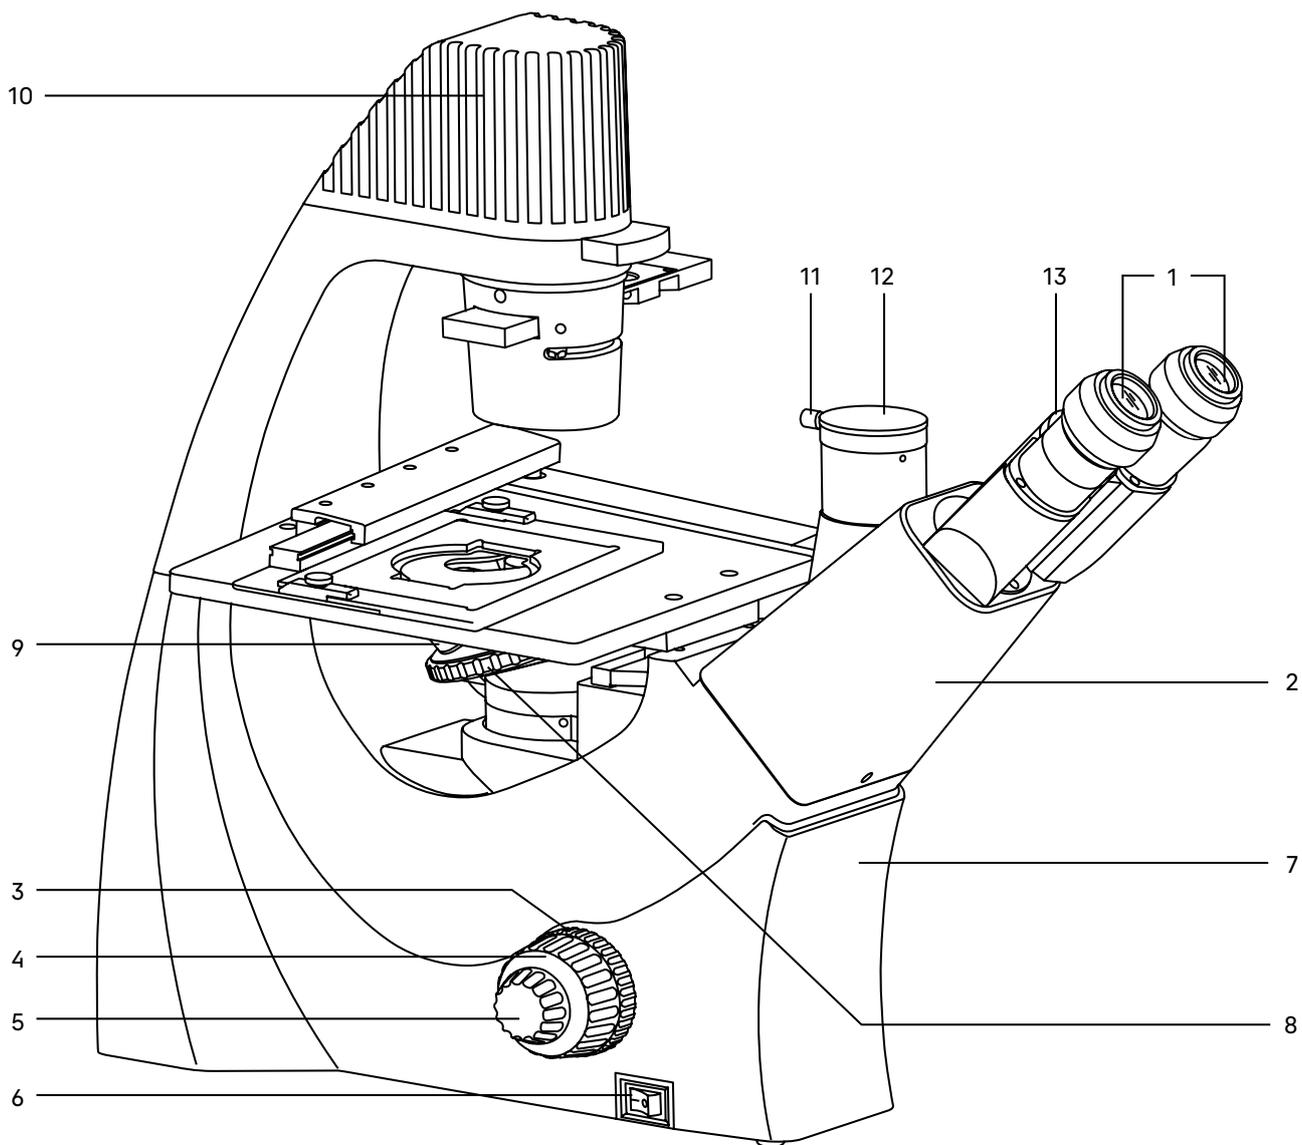
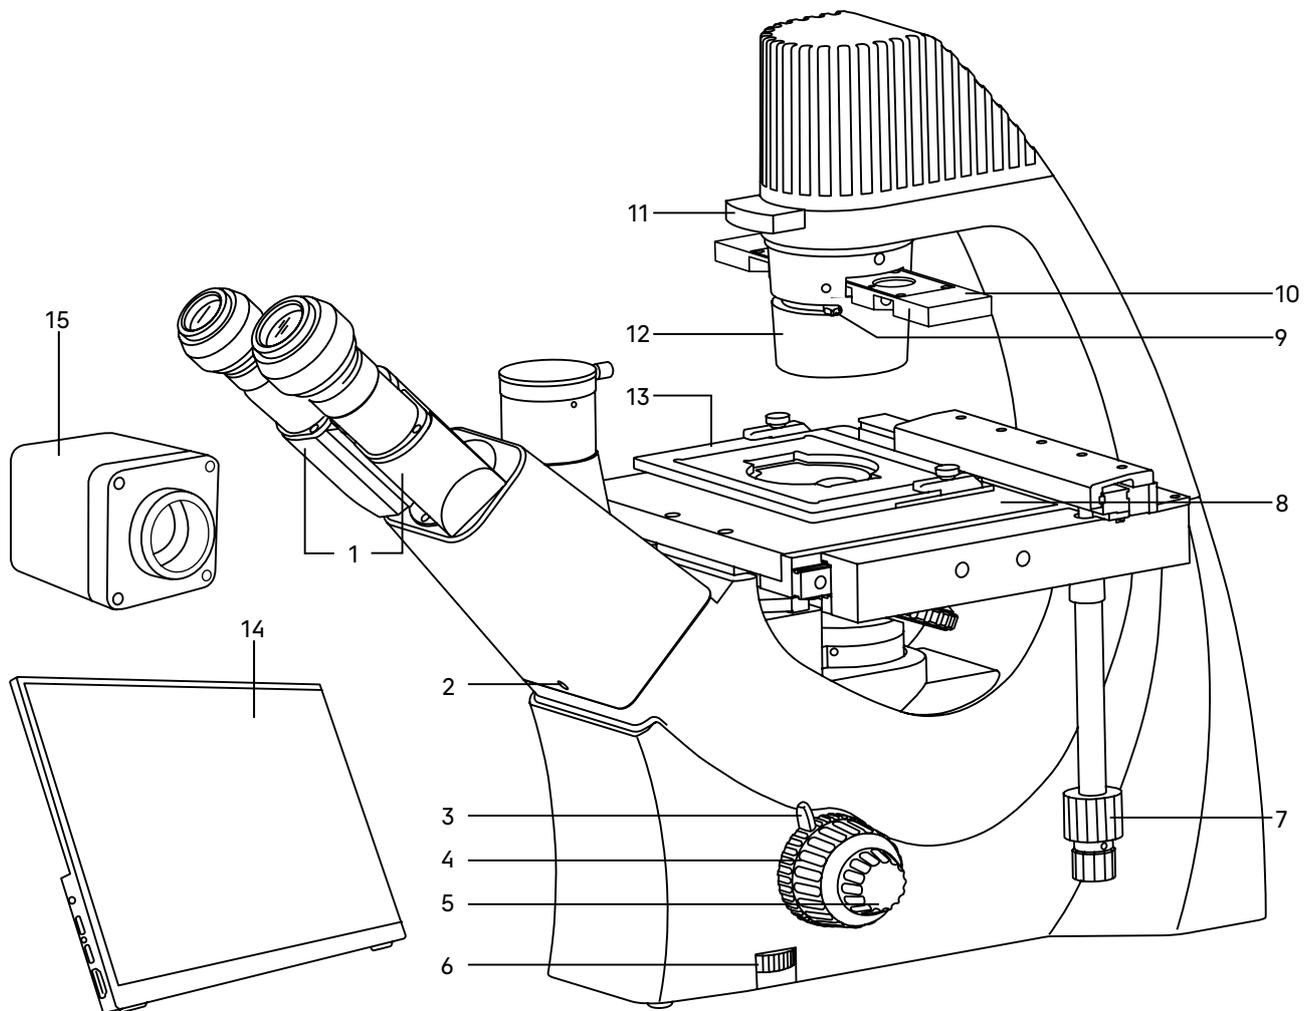

Рис. 1. Микроскоп MAGUS Bio VD300 LCD. Вид слева
Рис. 2. Микроскоп MAGUS Bio VD300 LCD. Вид справа
Общий вид микроскопа представлен на рис. 1 и 2.
Штатив имеет устойчивую эргономичную конструкцию. На штативе 7 (рис. 1) микроскопа закреплены:
- револьвер 8 (рис. 1) с объективами;
- предметный столик 8 (рис. 2);
- конденсор 12 (рис. 2);
- осветитель 10 (рис. 1);
- визуальная насадка 2 (рис. 1).
На левой боковой поверхности штатива расположен выключатель 6 (рис. 1) сетевого напряжения. В положении «←» включается, а в положении «0» выключается сетевое напряжение.
На правой боковой поверхности штатива расположен диск 6 (рис. 2) для регулировки напряжения питания источника света.
Фокусировка на объект осуществляется перемещением по высоте револьверного устройства с объективами. Грубая фокусировка производится вращением коаксиальных рукояток 4 (рис. 1, 2), расположенных по обеим сторонам штатива.
Тонкая фокусировка производится вращением рукояток 5 (рис. 1, 2), расположенных по обеим сторонам штатива. Тонкая фокусировка требуется для более точного фокусирования на объект и для подфокусировки микроскопа на резкость изображения при смене объективов и препаратов.
Механизм регулировки жесткости хода грубой фокусировки 3 (рис. 1) – кольцо между штативом и рукояткой грубой фокусировки с левой стороны. С помощью кольца регулируется жесткость хода грубой фокусировки так, чтобы жесткость была комфортной для пользователя, но при этом револьвер с объективами не опускался самопроизвольно во время работы.
Рукоятка блокировки грубой фокусировки 3 (рис. 2) расположена с правой стороны. После завершения грубой фокусировки рекомендуется перевести рычаг в крайнее положение в направлении по часовой стрелке. Таким образом закрепится положение грубой фокусировки для быстрой рефокусировки после смены препарата. Цена деления тонкой фокусировки – 2 мкм.
Тринокулярная визуальная насадка 2 (рис. 1) обеспечивает визуальное наблюдение изображения объекта. Насадка устанавливается в отверстие штатива 7 (рис. 1) и закрепляется винтом 2 (рис. 2).
Изменение межзрачкового расстояния в насадке осуществляется разворотом окулярных тубусов 1 (рис. 2) в пределах 48–75 мм. Значение расстояния, установленного в соответствии с глазной базой наблюдателя, отсчитывается по шкале 13 (рис. 1) на насадке.
В вертикальный тубус 12 (рис. 1) корпуса визуальной насадки (канал визуализации) с помощью переходника C-mount устанавливается камера (видеоокуляр) или система визуализации с монитором. Распределение светового потока: 50% на вертикальный тубус, 50% на окуляры.
В комплект микроскопа входят окуляры 1 (рис. 1). Окуляры имеют высокое положение выходного зрачка и предназначены для работы как в очках, так и без них.
Револьверное устройство 8 (рис. 1) обеспечивает установку четырех объективов. Смена объективов производится вращением револьверного устройства за конусную рифленую поверхность до фиксированного положения.
Объективы 9 (рис. 1) рассчитаны на механическую длину тубуса «бесконечность». Парфокальная высота объективов составляет 45 мм, линейное поле зрения в плоскости изображения – 22 мм. Объективы длиннофокусные, рассчитаны на посуду с толщиной дна 1,2 мм.
Осветитель 10 (рис. 1) неподвижно закреплен на штативе микроскопа. Источник света – яркий светодиод 9 Вт.
Важная часть осветительной системы – конденсорное устройство. Конденсор 12 (рис. 2) закреплен на штативе. Конденсор рассчитан на работу с посудой высотой до 70 мм.
Конденсор может быть использован для наблюдения по методу светлого поля и фазового контраста. В конденсоре есть слот для установки слайдера фазового контраста. Фазовый слайдер 10 (рис. 2) имеет свободное отверстие и фазовую вставку для объектива 10x.
Ирисовая апертурная диафрагма располагается под слотом для фазового слайдера. Раскрытие апертурной диафрагмы осуществляется рукояткой 9 (рис. 2). Диафрагма позволяет настроить определенную апертуру для работы с объективами светлого поля. Для достижения большей контрастности можно воспользоваться светофильтрами, входящими в комплект микроскопа. Светофильтры 11 (рис. 2) устанавливаются в верхний слот конденсора.
Предметный столик 8 (рис. 2) закреплен неподвижно на штативе. К столику прикреплено устройство, которое обеспечивает перемещение объекта в двух взаимоперпендикулярных направлениях. Перемещение осуществляется с помощью рукояток 7 (рис. 2), расположенных на одной оси. Ручка перемещения низкая, поэтому пользователь не напрягает кисть правой руки.